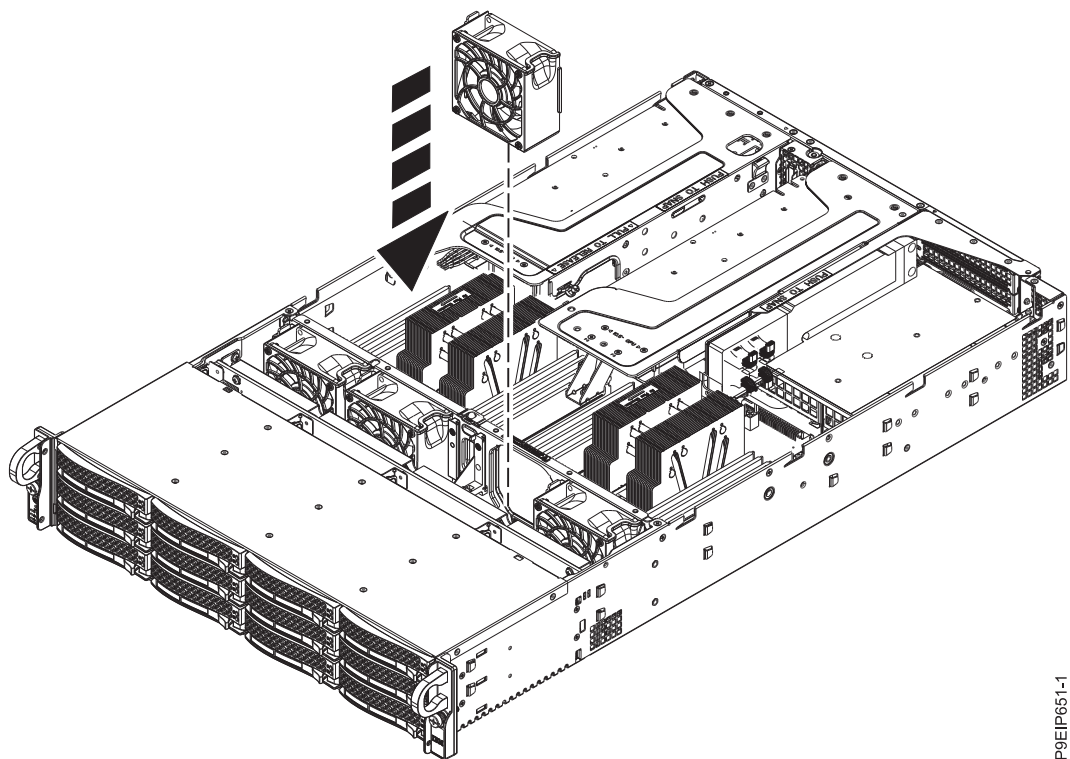

Figure 32. Remplacement du ventilateur
2. Abaissez le ventilateur dans le système et alignez-le avec les emplacements du support de ventilateur, comme indiqué dans la figure 32. Appuyez sur le ventilateur jusqu'à ce qu'il s'encastre.